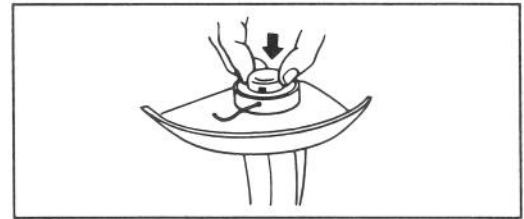

Figure 18
3. Se le fil s'emmêle ou se casse à l'oeillet, passez de nouveau le fil de coupe dans l'oeillet en enfonçant la bobine aussi profondément, que possible et en enfilant de nouveau le fil par l'oeillet. Vous pouvez aussi enlever la bobine complètement, réenfiler le fil de coupe dans l'oeillet, puis remonter la bobine sur le coupe-bordure (Fig. 18).